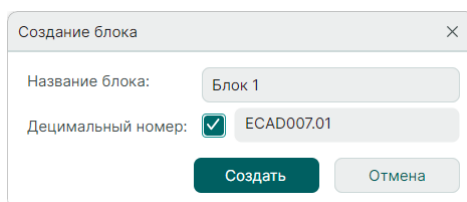

Рис. 251 Окно «Создание блока»
3. На экране отобразится окно «Создание блока», см. Рис. 251. В поле «Название блока» необходимо задать имя блока.